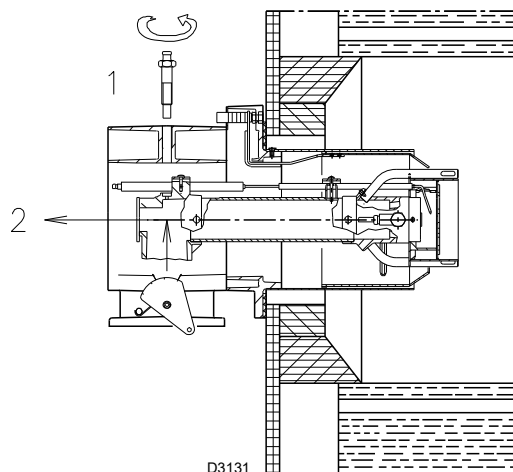

Fig. 19
- Quitar el tornillo 1)(Fig. 19) y extraer la parte interna 2);
Para facilitar la regulación, aflojar el tornillo 1)(Fig. 19, pág. 22), regular y, después, bloquear.